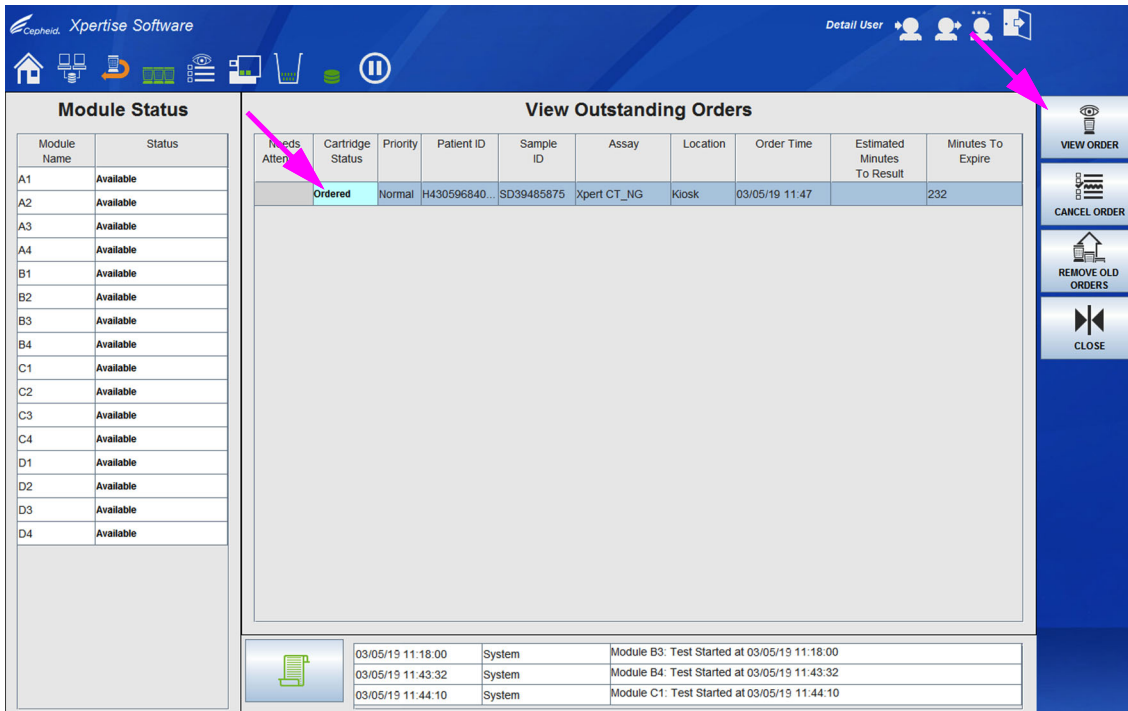
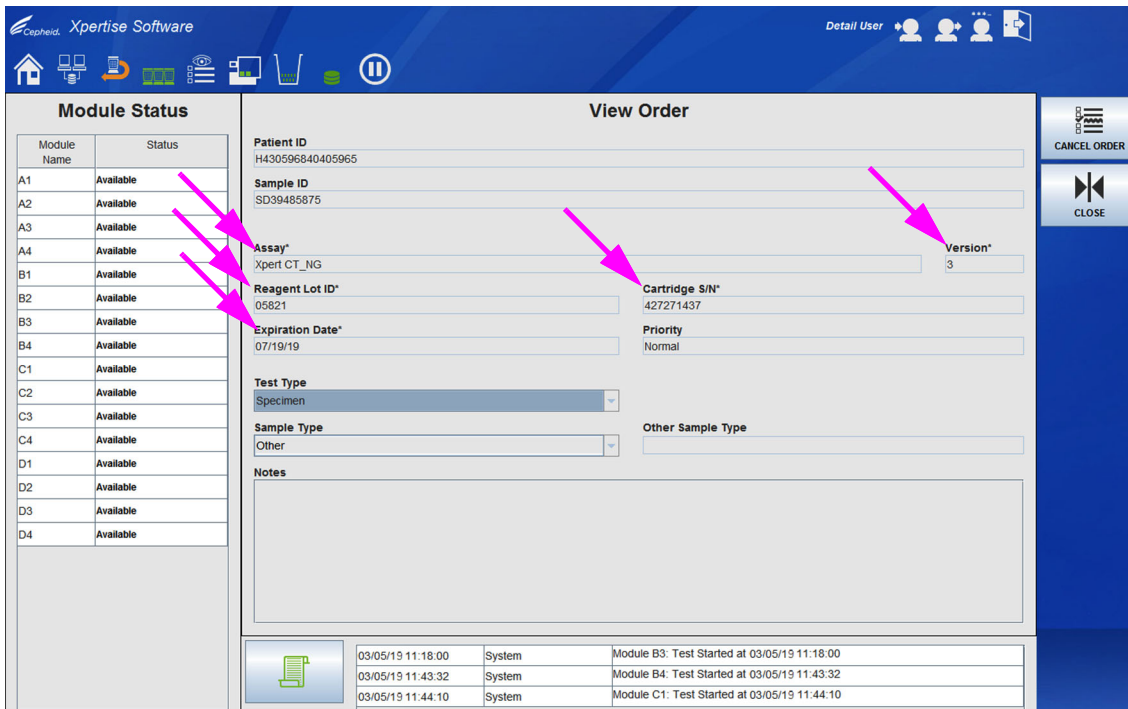

Figura 10-28. Área de trabalho View Outstanding Orders (Ver pedidos pendentes)
Figura 10-29. Exemplo da área de trabalho View Order (Ver pedido)
- A. Para cancelar um pedido, selecione o botão **CANCEL ORDER (CANCELAR PEDIDO)**, localizado no lado direito da área de trabalho. Ver Figura 10-29.
Para ver o(s) pedido(s) pendente(s), realce a fila do pedido que quer ver e selecione o botão **VIEW ORDER (VER PEDIDO)**. Ver Figura 10-28. A área de trabalho View Order (Ver pedido) será apresentada. Ver Figura 10-29.
Os cinco campos indicados na Figura 10-29 vão surgir com um asterisco (*) se os dados tiverem sido lidos.